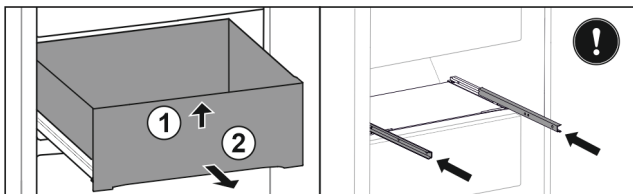

Fig. 51
- ▶ Повдигнете чекмеджето отпред. Fig. 51 (1)
- ▶ Извадете чекмеджето напред. Fig. 51 (2)